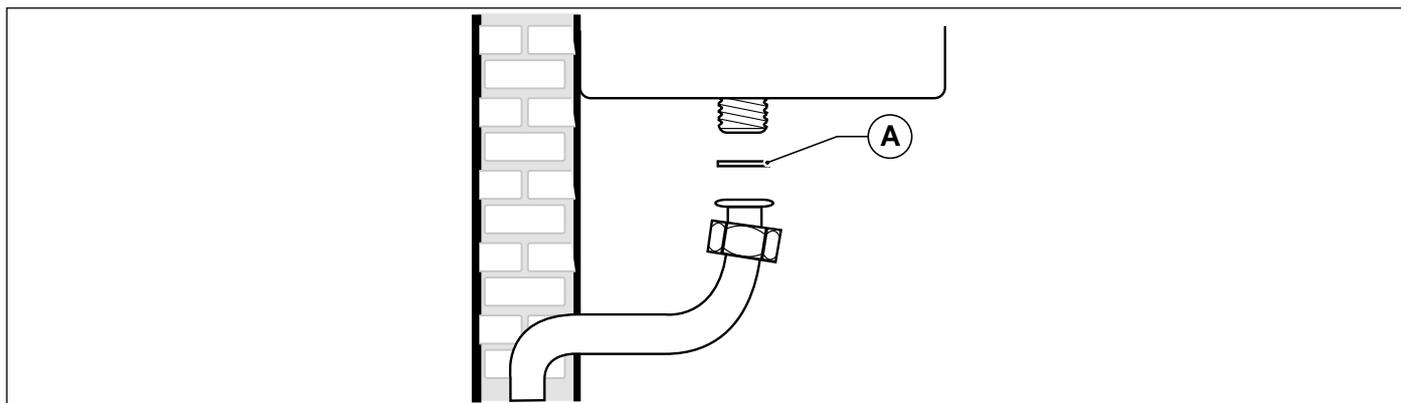

Fig. 16 Allacciamento alla rete del gas
e' oBBIGAT oRlo, per collegare l'attacco gas della caldaia alla tubazione di alimentazione, interporre una guarnizione (A) a battuta di misure e materiali adeguati (vedi Fig. 16 Allacciamento alla rete del gas).